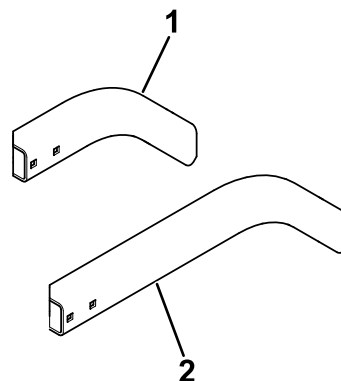

Bild 19
- **Modell 31980 ausgestattet:** Befestigen Sie die rechte lange Halterung (Bild 19) an der rechten Halterung mit zwei Schlossschrauben ($\frac{5}{16}$ " x $\frac{3}{4}$ ") und zwei Bundmuttern ($\frac{5}{16}$ ").
- **Model 31981 ausgestattet:** Befestigen Sie die rechte kurze Halterung (Bild 19) an der rechten Halterung mit zwei Schlossschrauben ($\frac{5}{16}$ " x $\frac{3}{4}$ ") und zwei Bundmuttern ($\frac{5}{16}$ ").